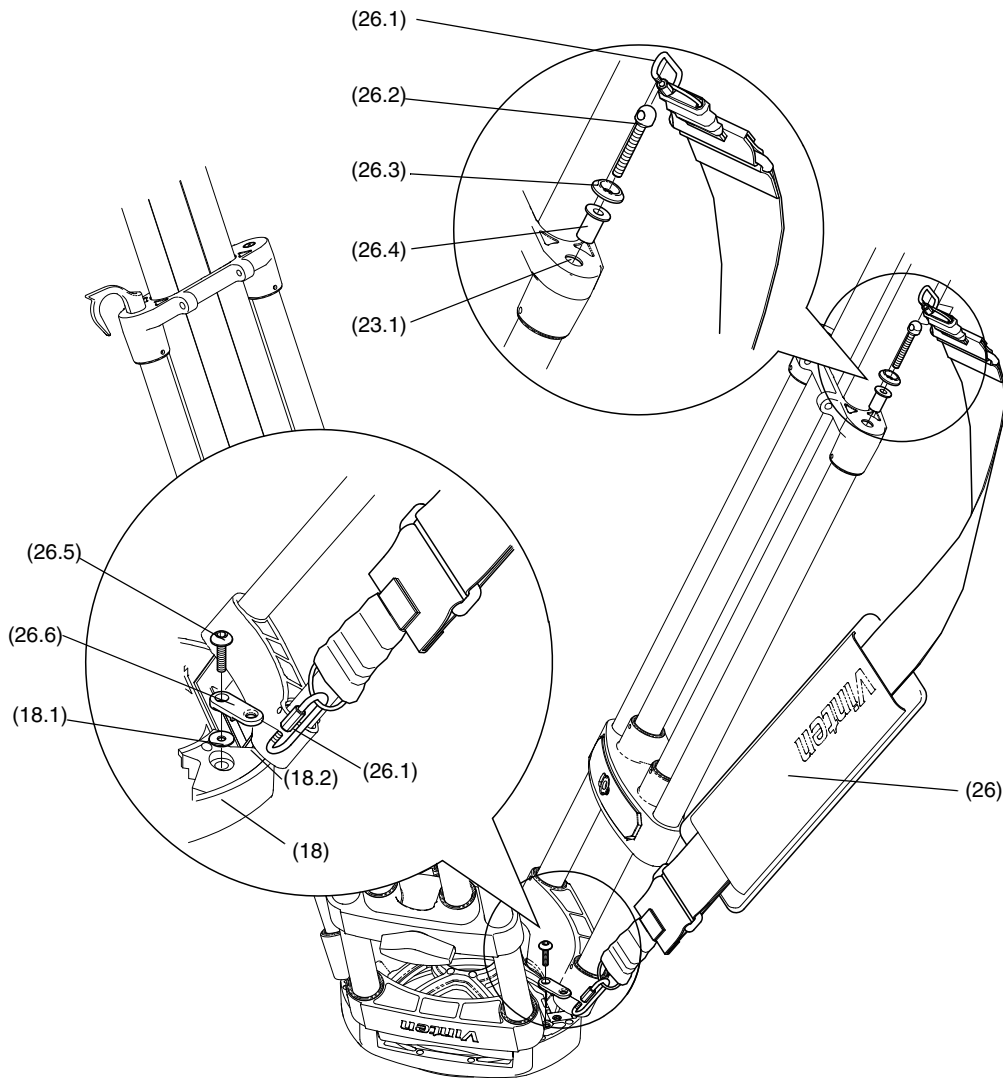

Fig. 6
Une sangle de transport (26) est disponible en accessoire optionnel ; pour la monter, procédez comme suit (Fig. 6):